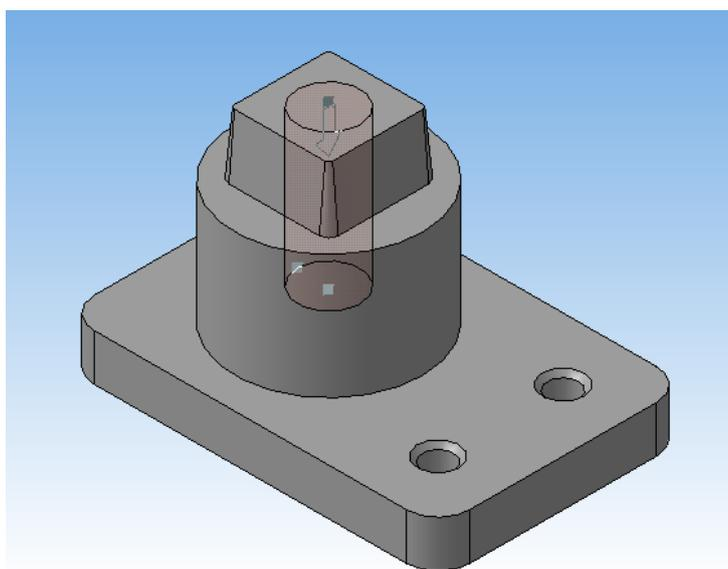

Рисунок 38.
16. Вырезаем отверстие. Нажмите кнопку «Вырезать выдавливанием»  и укажите в параметрах «Прямое направление» и «На расстояние» **50мм** (рисунок 38).